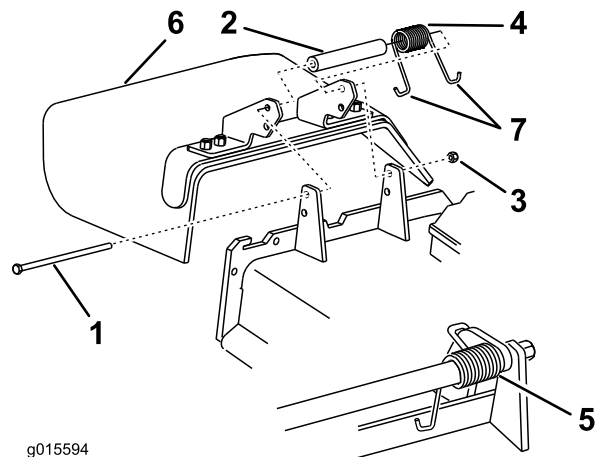

Figure 107
**Remarque:** Prenez soin de placer 1 extrémité en J du ressort derrière le bord du tablier avant de mettre le boulon en place, comme montré à la Figure 107.
6. Accrochez l'extrémité en J du ressort au déflecteur d'herbe (Figure 107).
1. Retirez le contre-écrou, le boulon, le ressort et l'entretoise qui fixent le déflecteur aux supports de pivot (Figure 107).
2. Enlevez le déflecteur s'il est endommagé ou usé (Figure 107).